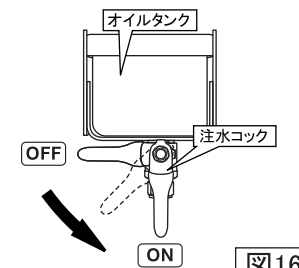

図16
(6) 注水コックをONにしてください。刃物中央部より切削液が出ているのを確認してください。(図16)